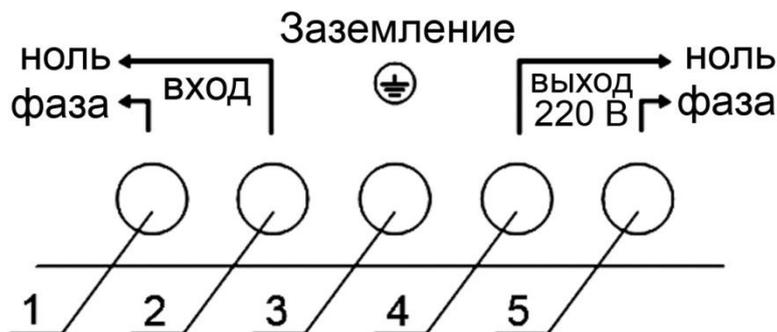

Рис. 4
- Присоедините электрические кабели к соответствующим клеммам стабилизатора (См. Рис.4).